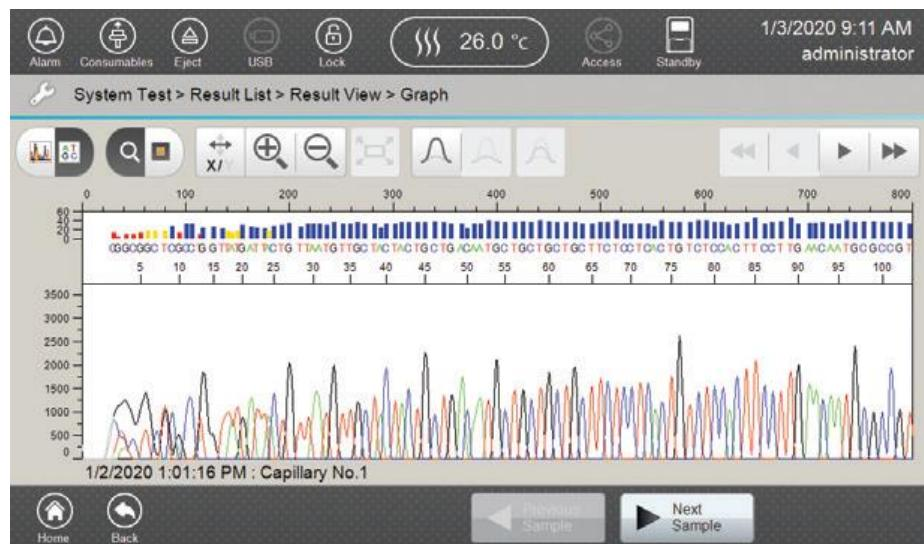

図 231 選択したサンプルの Sequencing System Test の Graph 画面
- Graph 画面（図 231）のサンプルのデータを確認するためには、フッターの View を選択します。この画面でのアイコン類の定義や使用方法については、セクション 5.7 の Run のモニタリングで記載されている Results タブをご参照ください。